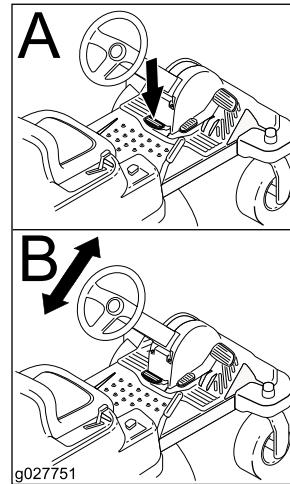

Figura 10
2. Posizionate il volante nella posizione desiderata (Figura 10).